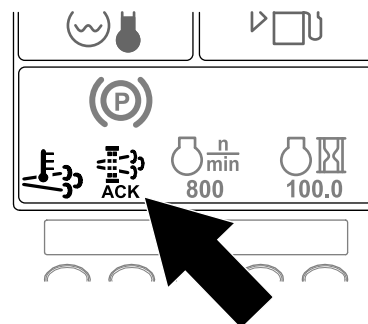

Рисунок 61
10. В ходе процесса регенерации дисплей инфо-центра показывает главный экран и в правом нижнем углу экрана отображается значок подтверждения регенерации (Рисунок 61).